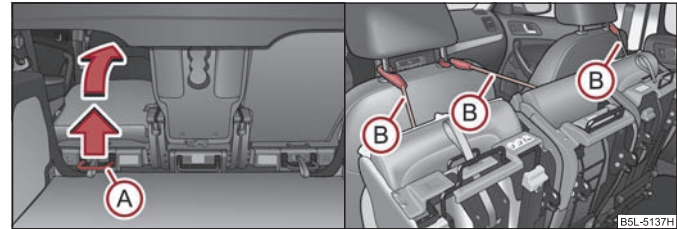

Fig. 62 Rabaterea în față a scaunului / asigurarea scaunului rabatat in față
- Trageți maneta ⇒ fig. 62 în sus și rabatați scaunul complet în față.
- Asigurați scaunul rabatat cu ajutorul centurii de fixare (B), de o tijă a tetierei scaunului din față ⇒ fig. 62.